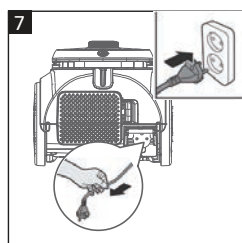

Fig. 7
- Tire del cable de alimentación a la longitud deseada (**Fig. 7**). Deje de tirar del cable cuando vea la marca amarilla.